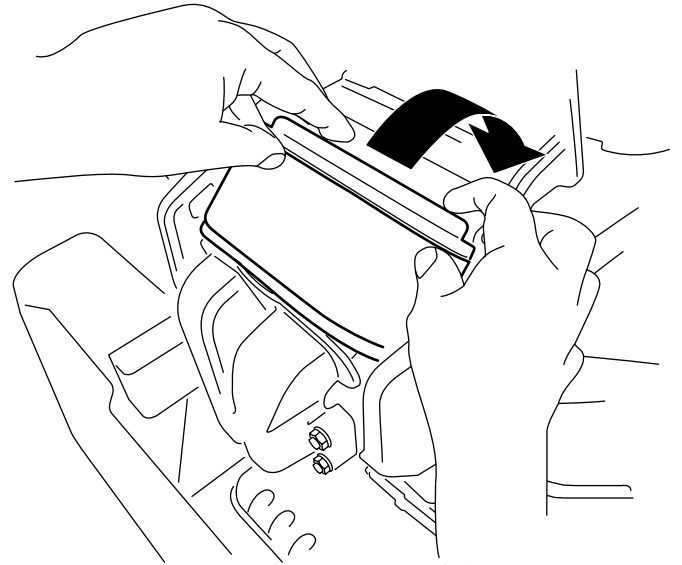

Figura 37
3. Introduzca el filtro en la cámara, girándolo para asentarlo correctamente contra el colector (Figura 37).